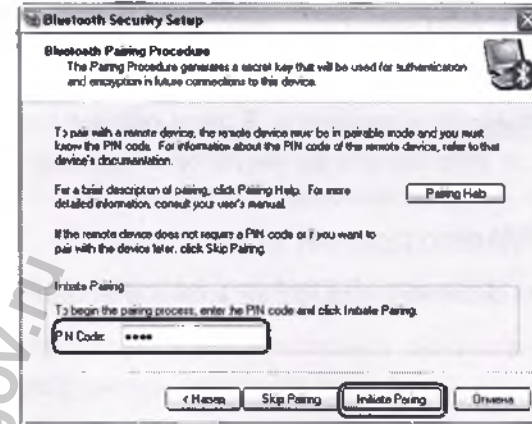

Рис. 20
- В появившемся окне «Bluetooth Security Setup» введите в поле «PIN Code» код «0000» (четыре нуля) и нажмите кнопку «Initiate Pairing» (рис. 20).